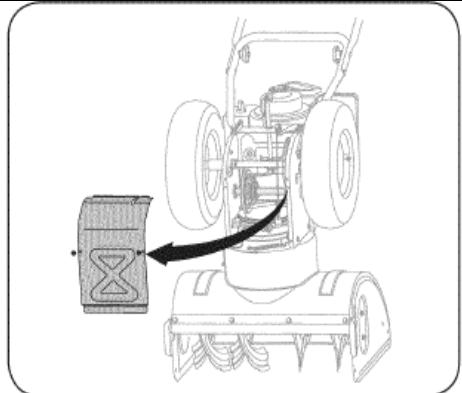

Рис. 30
5. Снимите рамную защитную крышку с нижней части снегоочистителя, вывинтив четыре фиксирующих самореза (См. Рис. 30).